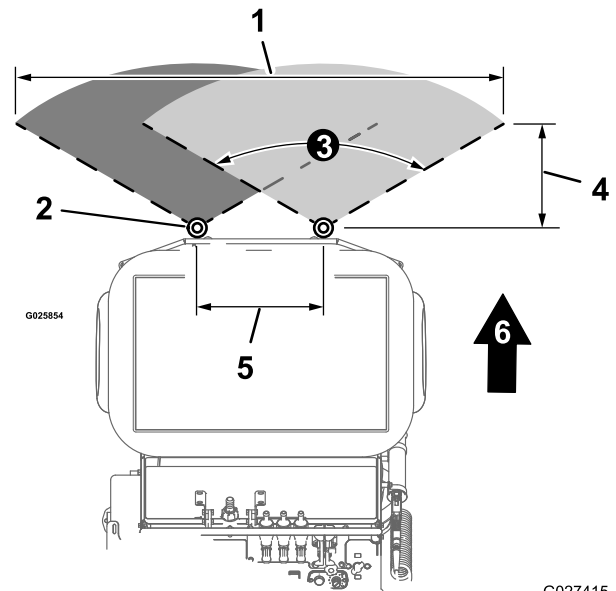

**Figure 36**
- La pulvérisation étroite (Figure 36) de la machine a une largeur de **122 cm (48 po)**.